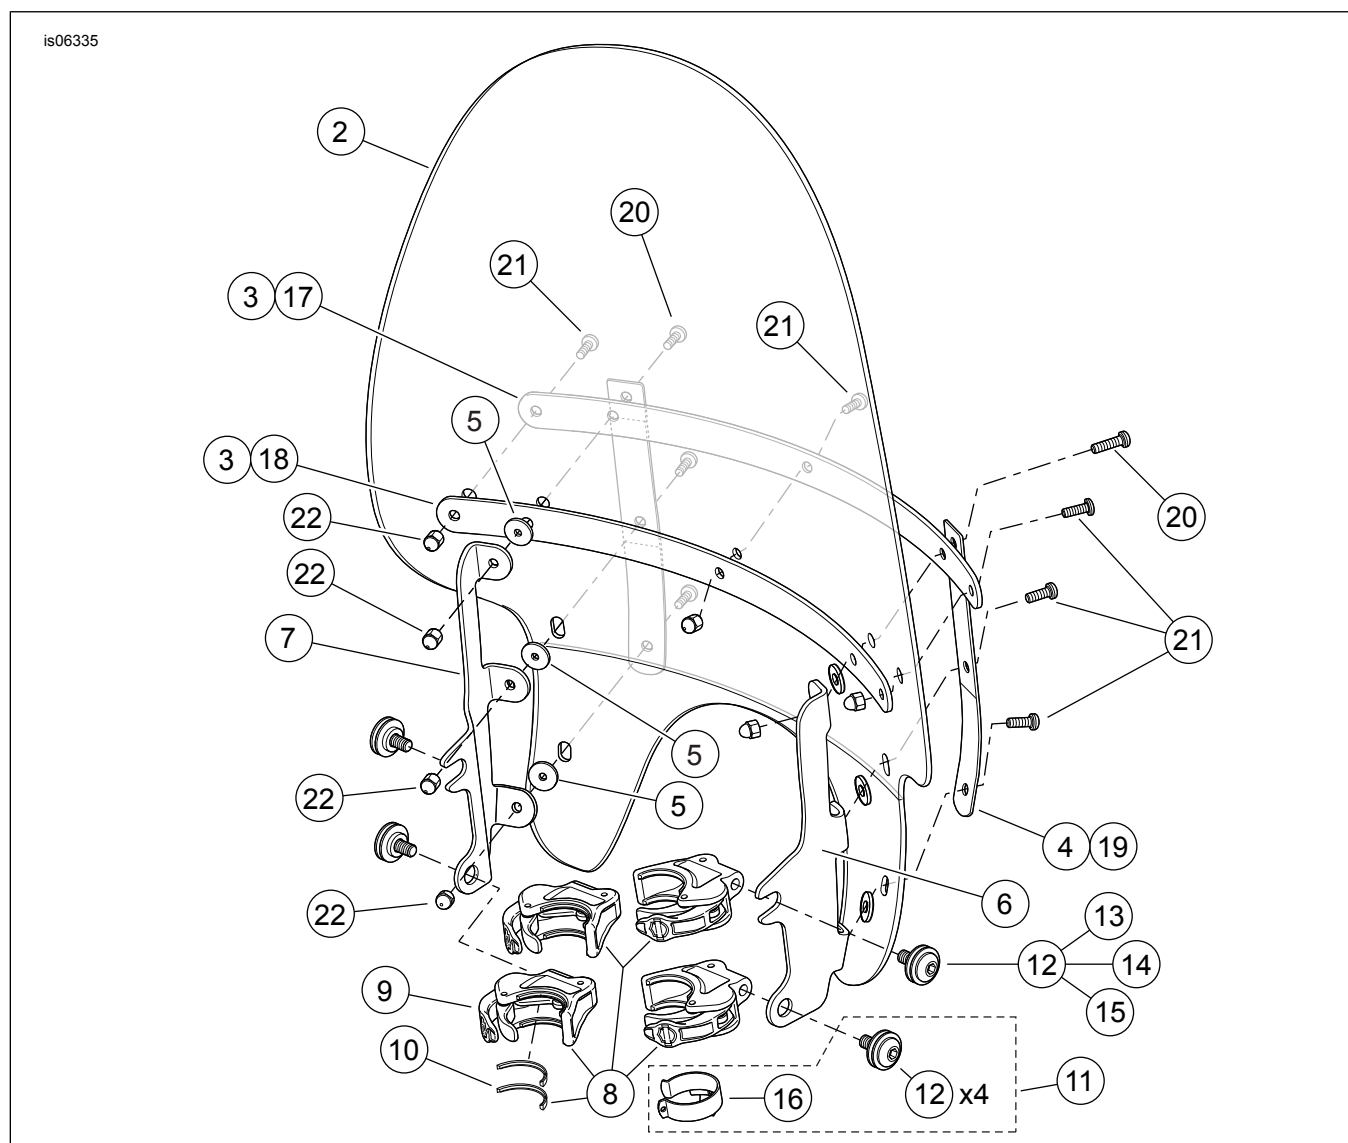

Figura 2. Peças de Reposição, Para-brisa Amovível de Desengate Rápido XL1200X
Consultar Figura 2 e Tabela 2.
2. Ver Figura 2 . Remover os conjuntos dos grampos (8) e o kit de ferragens (11) da embalagem, e separar peças semelhantes em preparação para a montagem.
3. **Todos os kits.** Centrar o para-brisas à volta do farol, e colocar os grampos nos tubos do garfo. Ver Figura 2 . Encaixar o grampo do cabo de acelerador (16) à volta do tubo do garfo do lado direito, e passar os cabos de acelerador pela abertura da guia.